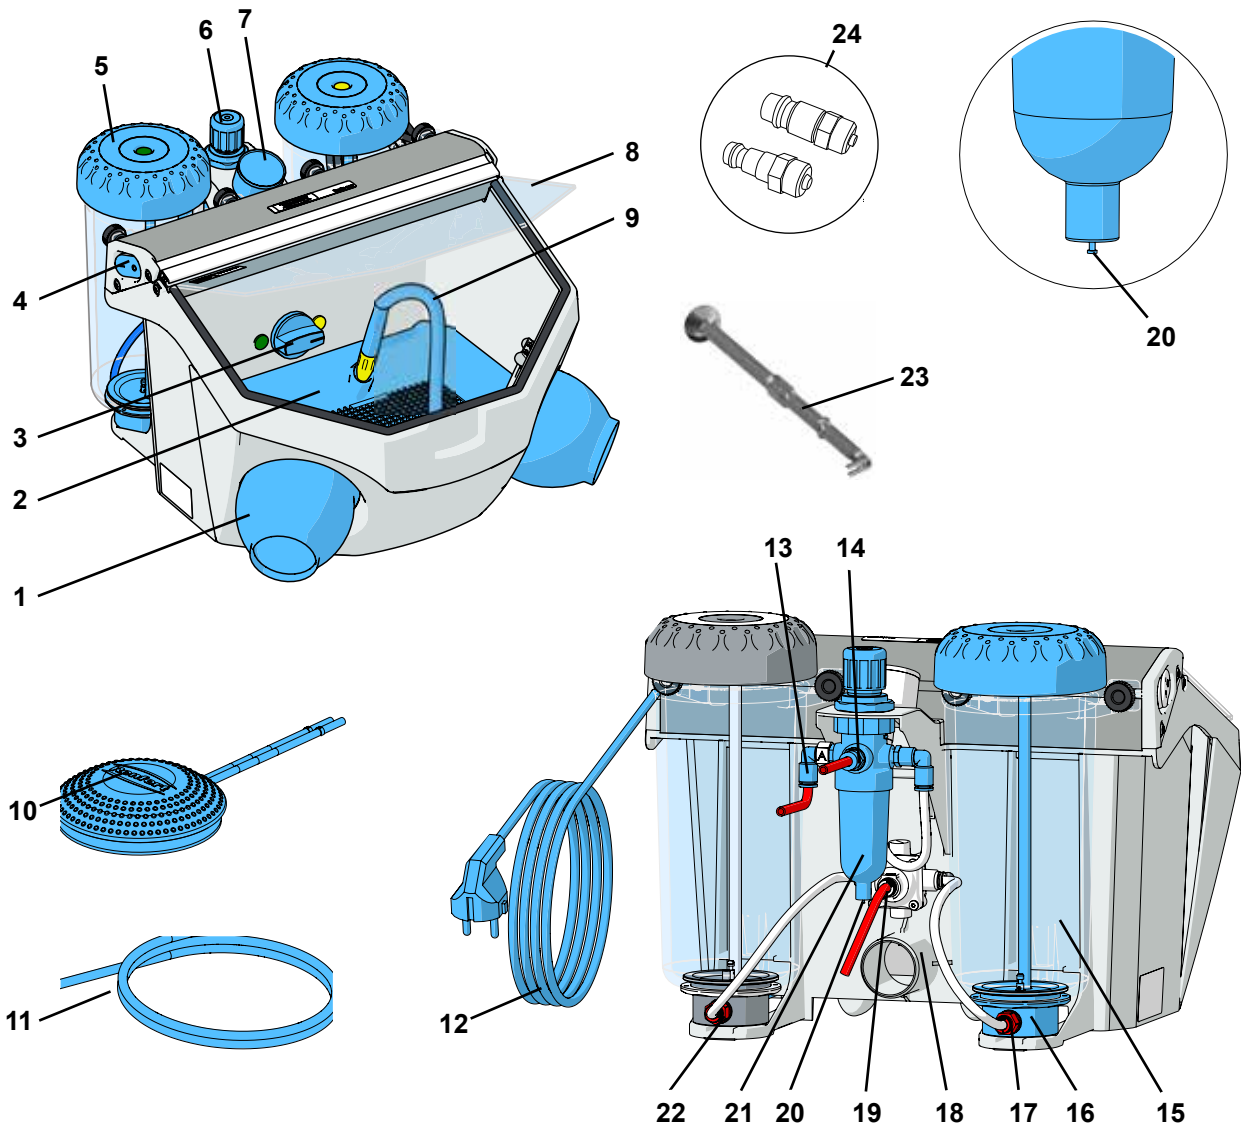
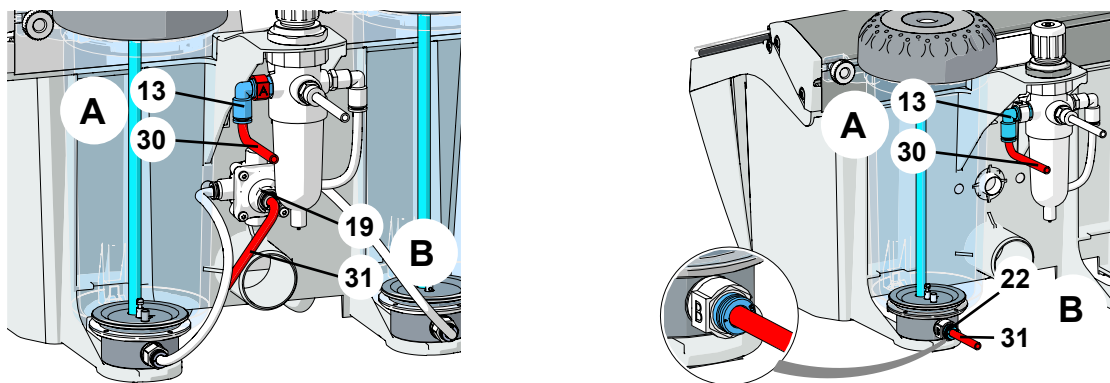

Fig. 1
Fig. 2 / 3
Für Hinweise auf Bedienelemente siehe Fig. 1 und Fig. 2 auf Seite 2 dieses Dokuments.
For information on operating elements, see Fig. 1 and Fig. 2 on page 2 of this document.
**i** Pour les renseignements sur les éléments de commande, voir Fig. 1 et Fig. 2 à la page 2 de ce document.
**i** Per informazioni sugli elementi di comando, vedere Fig. 1 e Fig. 2 a pagina 2 del presente documento.
**i** Para mayor información sobre los elementos de mando, véase Fig. 1 y Fig. 2 de la página 2 de este documento.
**i** Para informações sobre os elementos de comando ver Fig. 1 e Fig. 2 na página 2 desse documento.
Информация об элементах управления, см. рис. 1 и рис. 2 на странице 2 данного документа.